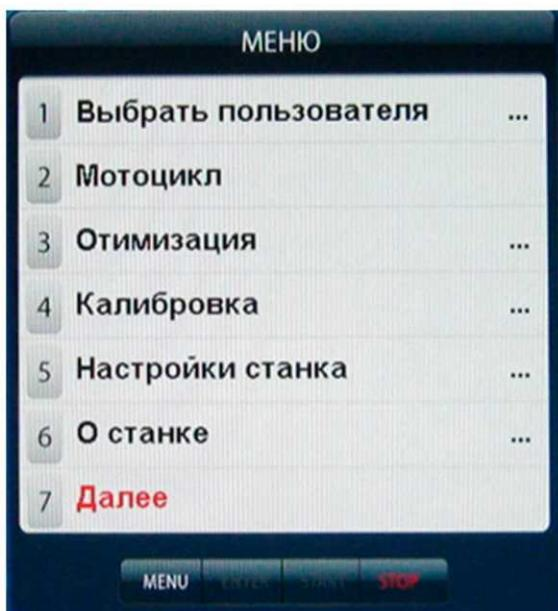
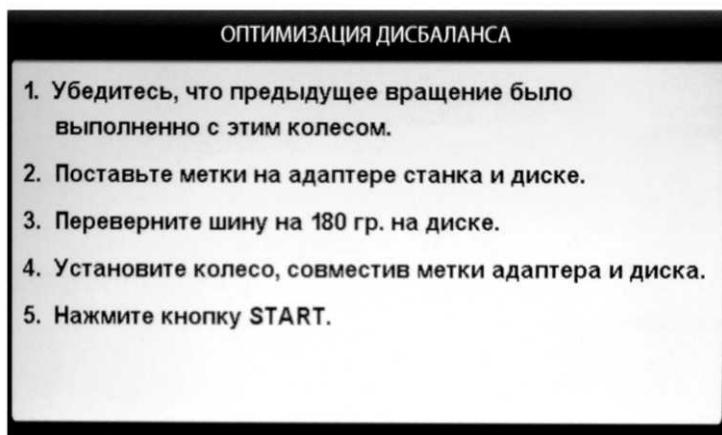
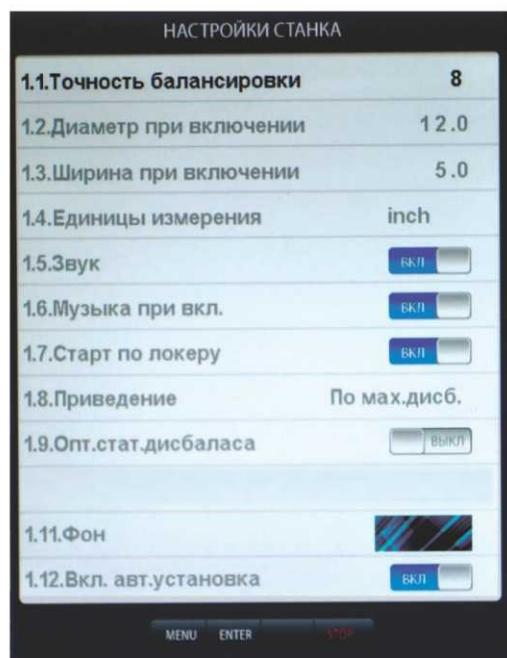

рис.15.1.
рис.15.2
рис.17.1
15.2. Для входа в программу «Opt» нажмите кнопку «MENU» после чего на экране монитора появится окно (рис.15.1). Далее выбрать программу «Отимизация», нажав кнопку 3, после чего на экране монитора появится окно (рис.15.2). Далее выполните операции согласно указаниям в окне (рис.15.2).
15.3. После выполнения п.5 в окне (рис.15.2) на экране монитора появится окно (рис.15.3), а на индикаторах 1 отобразится величина статического дисбаланса колеса, а на индикаторах 4 - величина дисбаланса колеса, которую можно получить после завершения программы «Opt». Поставьте метки на шине и диске согласно указаниям в окне (рис.15.3).
16.2.1. Нажмите кнопку «MENU». На экране появится окно MENU (рис.15.1), нажмите кнопку 7 «Далее» на экране появится окно второй страницы MENU (рис.16.1). Выберите «Дополн. настройки», нажав кнопку 2, на экране откроется окно «Настройки станка» (рис.16.2). Нажмите кнопку 1 «Имена операторов» на экране откроется окно «Выбрать пользователя» со списком операторов, (рис.16.3).
Программное обеспечение СБ содержит целый ряд параметров, позволяющих максимально приспособить СБ к потребностям потребителя. Для настройки параметров нажмите кнопку «MENU» на экране монитора появится окно MENU (рис.15.1). Нажмите кнопку 5 «Настройки станка» на мониторе появится окно настроек (рис.17.1).
18.1. Балансировочный станок, при подключении к сети Интернет, позволяет отправлять письмо на электронную почту с информацией о работе станка. Для этого необходимо подключить станок кабелем Ethernet категории 5е длиной не более 75 м. Разъем Ethernet находится на задней стенке станка. Необходимо выполнить настройки времени, сети, и электронной почты. Для этого нажмите кнопку «MENU». На экране появится окно MENU (рис.15.1), нажмите кнопку 7 «Далее» на экране появится окно второй страницы MENU (рис.16.1) после чего выберете соответствующий пункт меню.